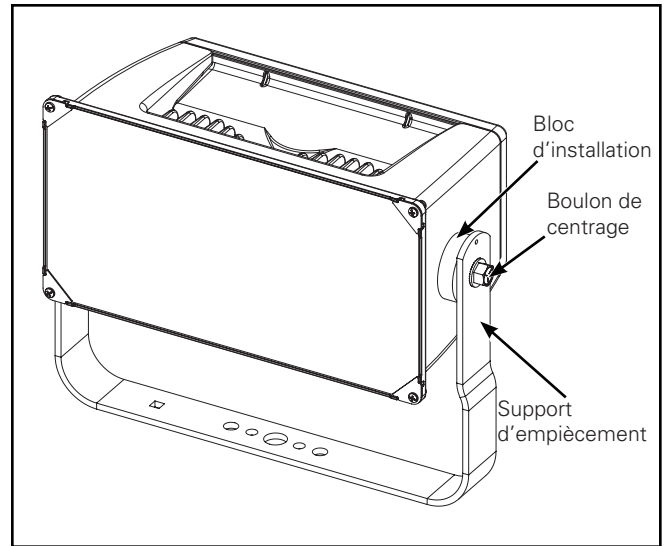

Figure 3.
Montage par Empiècement (Figure 3)
2. Dévissez les deux (2) boulons du centre sans les retirer (Figure 3.)